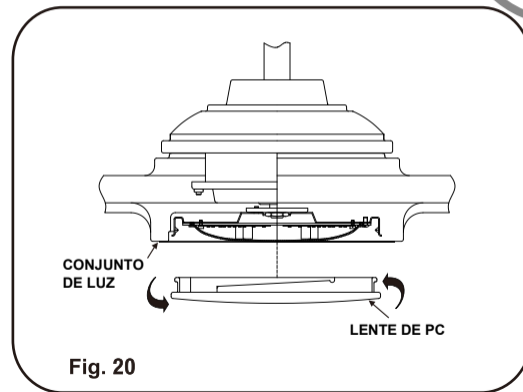

Fig. 20
Paso 3. Apoya la pantalla de lente de PC contra la parte inferior de cubierta del ventilador y fíjela al ventilador girándola en el sentido directo hasta que quede ajustado. NO LO APRIETE DEMASIADO. (Fig. 20)